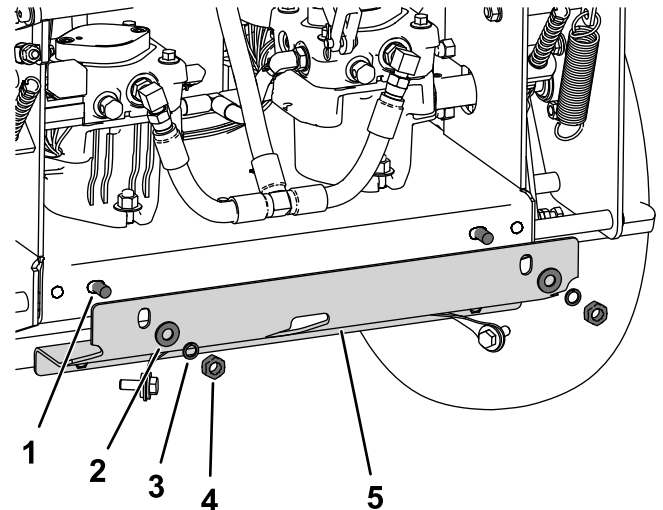

Figure 8
6. Centrez la protection de la poulie d'entraînement à l'arrière du bâti du moteur, et fixez-la en place à l'aide de 2 boulons de carrosserie (M10 x 25 mm), grosses rondelles (M10), rondelles élastiques et écrous (M10), comme montré à la (Figure 8).